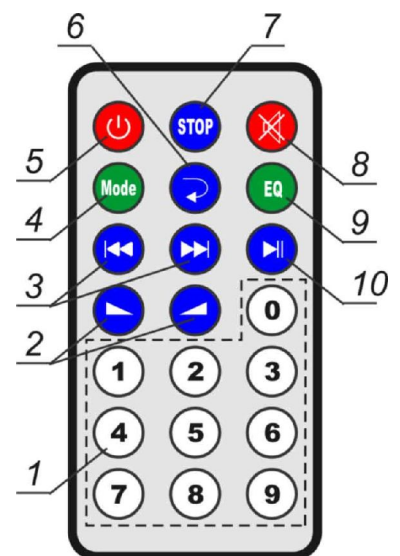

Рисунок 4
8.3 Розміщення органів управління на інфрачервоному пульті дистанційного керування наведено на рис. 4.